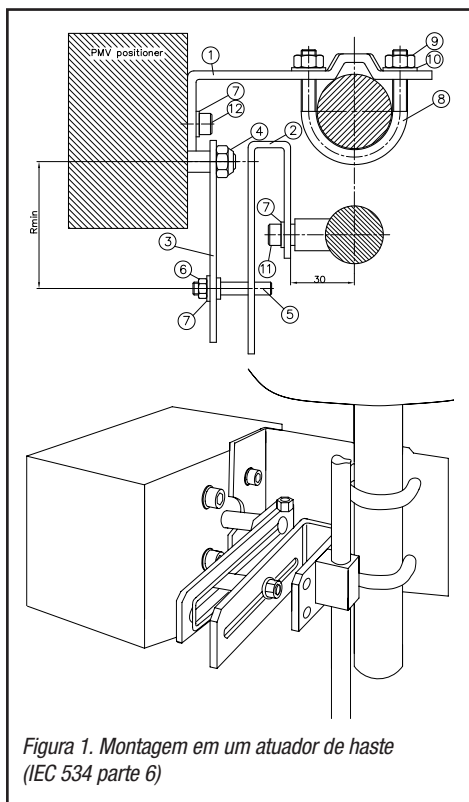

Figura 1. Montagem em um atuador de haste (IEC 534 parte 6)
## Montagem do suporte de fixação da haste e braço de decolagem (figura 1)
**Montagem do posicionador (figura 1)**